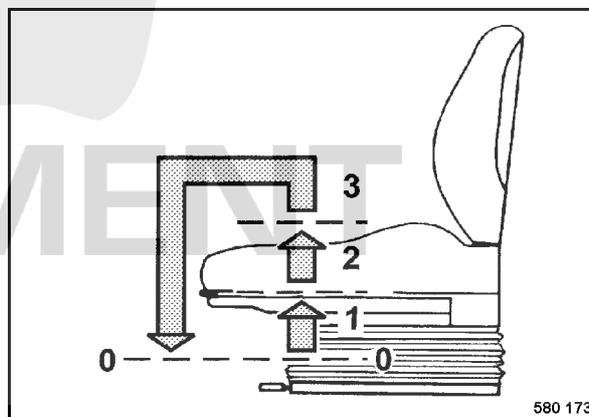

fig. 105
- Soulever le siège (fig. 105) pour régler la hauteur et le laisser encraster dans la position désirée.